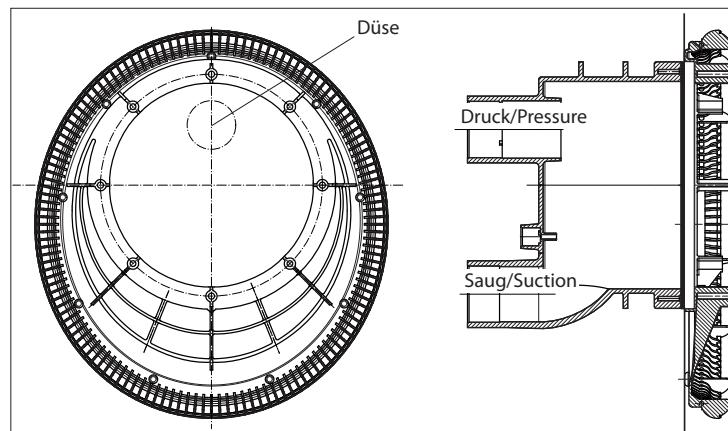

Abb. 10
3. Ansauggehäuse (107) am Spannring aufsetzen. Auf Einbaulage achten (Abb. 10).
4. Das Düsengehäuse (102.1) am Einbaugehäuse (1) ansetzen.
5. Pneumatikschläuche und Kabel des Scheinwerfers durch den Schutzschlauch (14) führen und mit Kabelverschraubung (20) abdichten.
6. Luftleitung mit Klemme (8) am werkseitig montierten Luftregler (21) befestigen.
7. Das kpl. Düsengehäuse (102.1) mit 4 selbstschneidenden Schrauben (95) am Einbaugehäuse (1) befestigen.